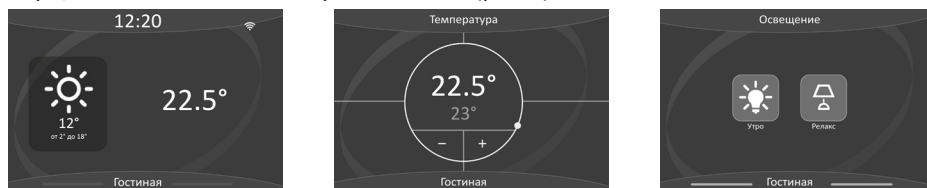

рис.1
Климатическая панель имеет несколько экранов, переключение между которыми осуществляется свайпом вправо и влево (рис.1).
**pages** = [] - массив страниц (экраны, рис.1) климатической панели в формате json. Страницы Главная (Main) и Температура не подлежат изменению. Страница сценариев имеет следующий формат: